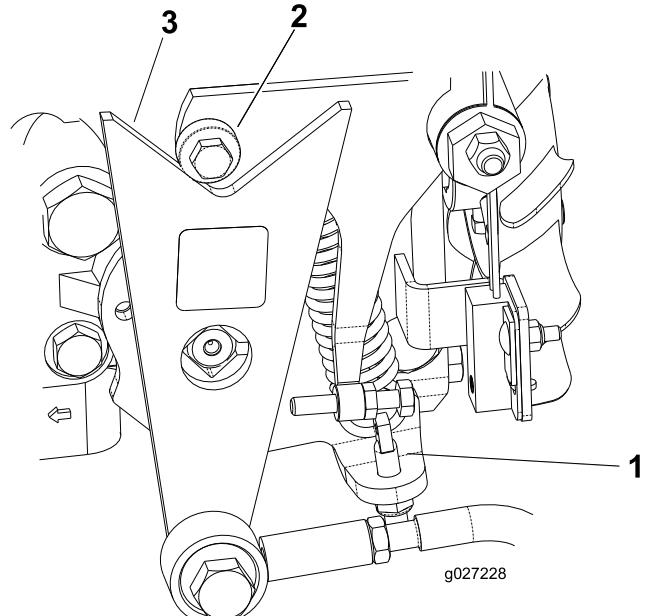

Bild 44
- Wenn sich die Räder in der richtigen Richtung bewegen, stellen Sie den Motor ab und stellen die Sicherungsmutter des Federeinstellungsstifts ein (Bild 44). Stellen Sie die Neutral-Stellung des Getriebes ein, siehe Einstellen der Leerlaufstellung für den Fahrantrieb \(Seite 34\).